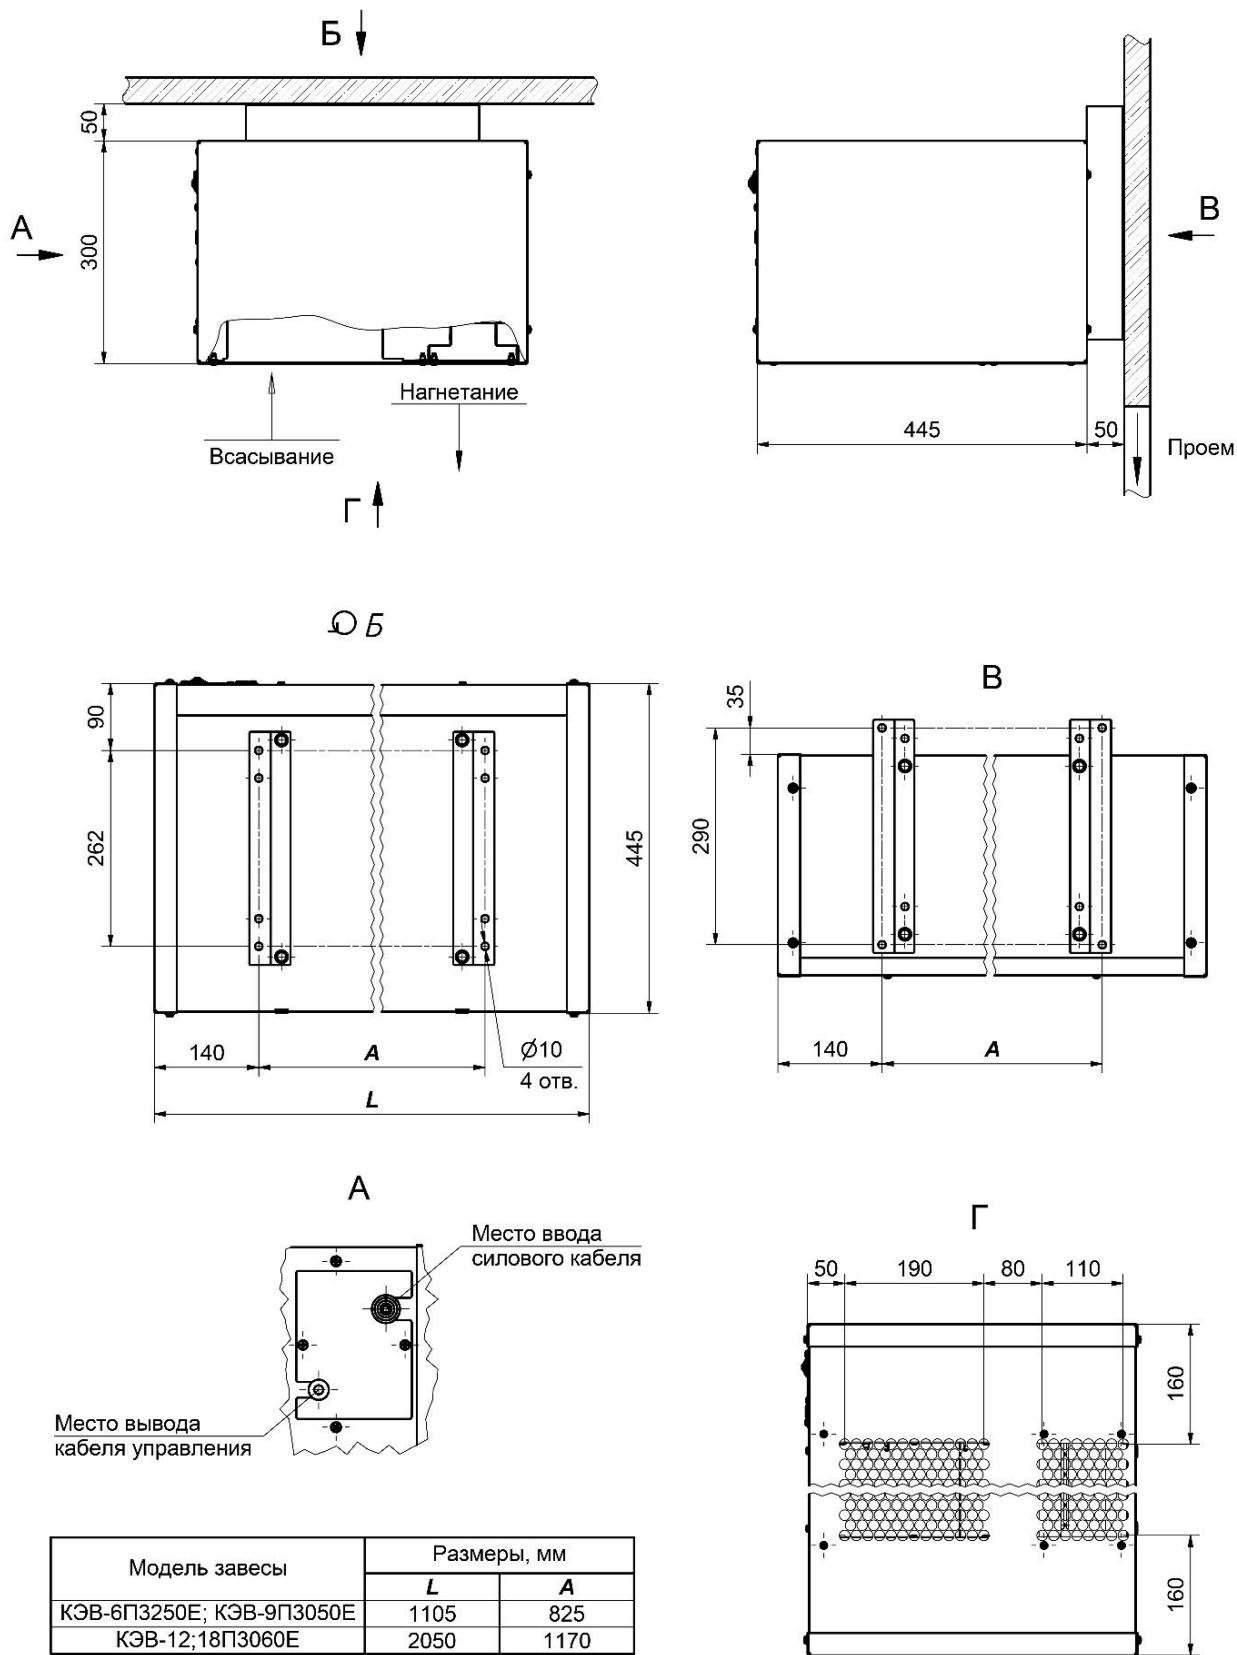

Рисунок 2-Электрическая схема завесы КЭВ-6П3250Е
7.3.4 Питание завес осуществляется от трехфазной электрической сети с напряжением **380В/50Гц**. Завеса КЭВ-6П3250Е заводской сборки подключается к сети **220В/50Гц**. Для ее подключения к трехфазной сети самостоятельно, необходимо снять перемычки (рисунок 2) и подключить трехфазный пятижильный кабель следующим образом: Защитный и нулевой проводники соответственно к клеммам РЕ и N, фазу С на клемму F, фазы В и А-на две свободные клеммы. При переводе завесы КЭВ-6П3250Е на трехфазное питание необходимо сделать соответствующую запись в п.14 настоящего Паспорта, а на табличке устройства зачеркнуть (забить) «220В». Подключение к сети осуществляется в соответствии с правилами эксплуатации электроустановок (п.5.1).